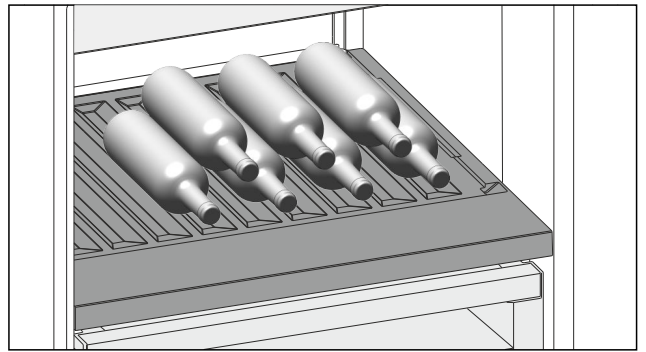

Fig. 111
- ▶ Inserire le bottiglie con il fondo rivolto verso la parte posteriore. (vedere Fig. 111)